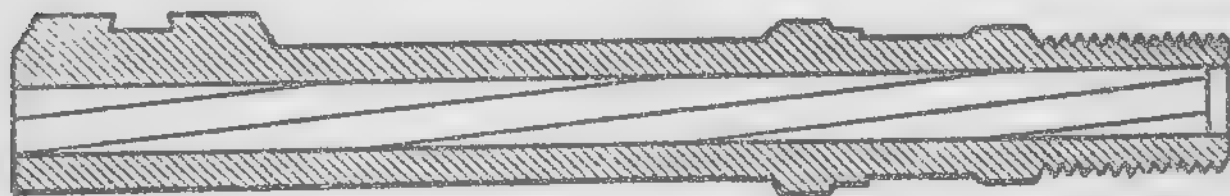

Рис. 3. Ствол.
6. Ствол (рис. 3) служит для направления полета пули.